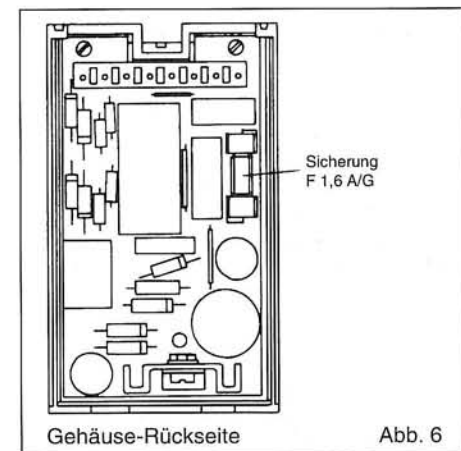

Abb. 6
- Falls nach ca. 1 Minute keine Anzeige des Ausgangssignals erfolgt, Gerät vom Sockel nehmen und Sicherung überprüfen, Abb. 6. Eine Ersatzsicherung befindet sich im Sockel. (siehe Abb. 5)